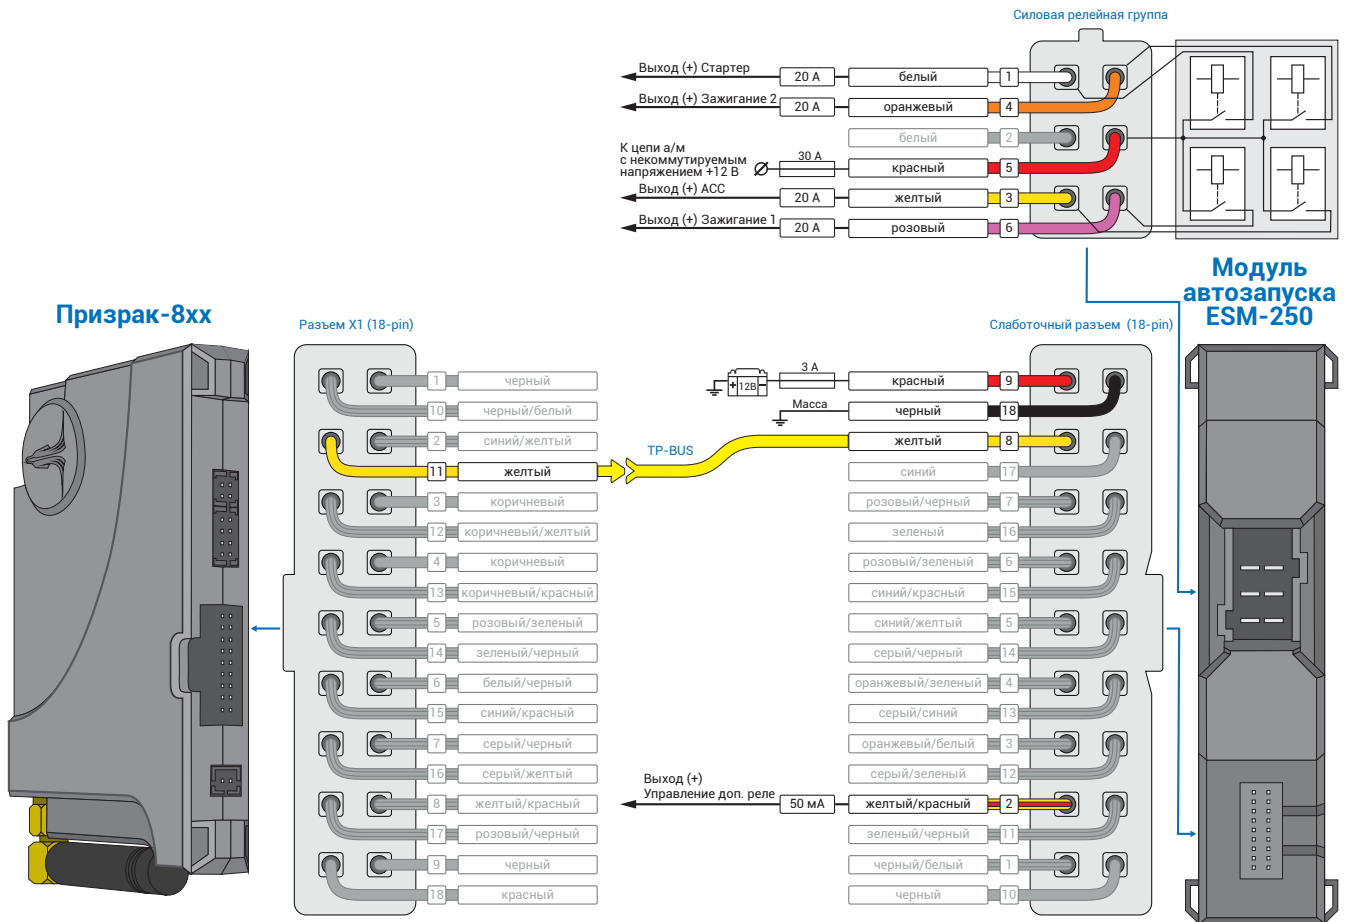
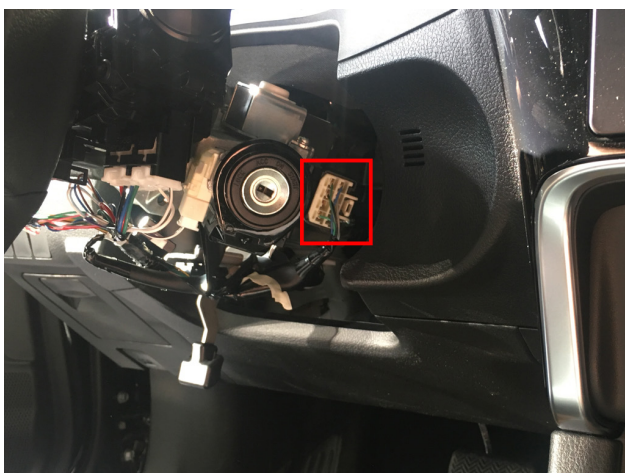

Рис.4 Подключение модуля автозапуска ESM-250
Рис.5 Место подключения
3. Подключите модуль автозапуска ESM-250 – выводы модуля, которые требуется подключить выделены на рис. 4. Подключение к автомобилю производится в разьеме непосредственно у замка зажигания (см. рис. 5, 6).